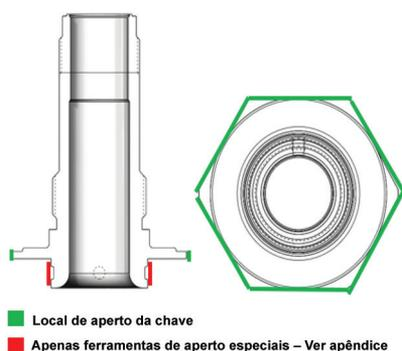

Figura 48: Locais de aperto dos bocais IS
- Aperte com chave/soquete a um torque máximo que não exceda o valor listado na Tabela 10 no local de aperto da chave na Figura 48.
- Aperte com um torque máximo para não exceder o valor listado na Tabela 10 com o uso da Inserção da Ferramenta de Aperto 2900 IS, de acordo com o desenho na Seção XXIII, no local Exclusivo de Ferramentas de Aperto Especiais na Figura 48.
- a. Aperte com chave/soquete a um torque máximo que não exceda o valor listado na Tabela 10 no local de aperto da chave na Figura 48.
- b. Aperte com um torque máximo para não exceder o valor listado na Tabela 10 com o uso do Inserto da Ferramenta de Aperto 2900 IS, de acordo com o desenho na Seção XXIII, no local Exclusivo de Ferramentas de Aperto Especiais na Figura 48.